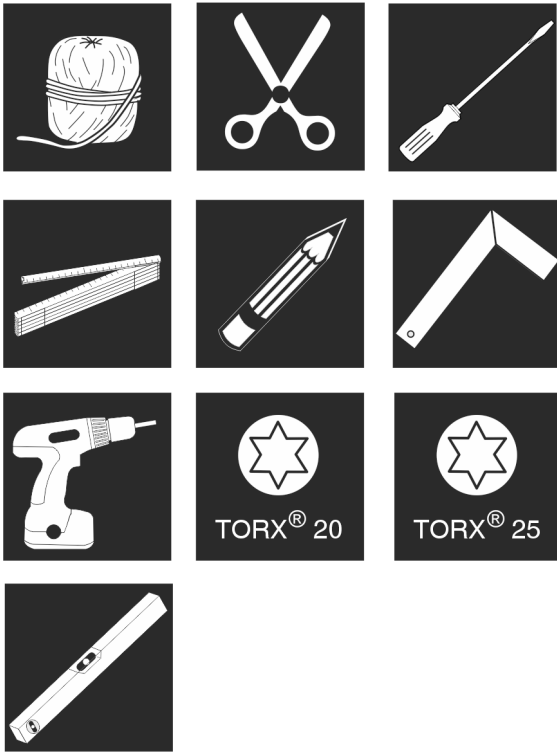

Fig. 9
1. Připravte si nástroje. Fig. 9 ()